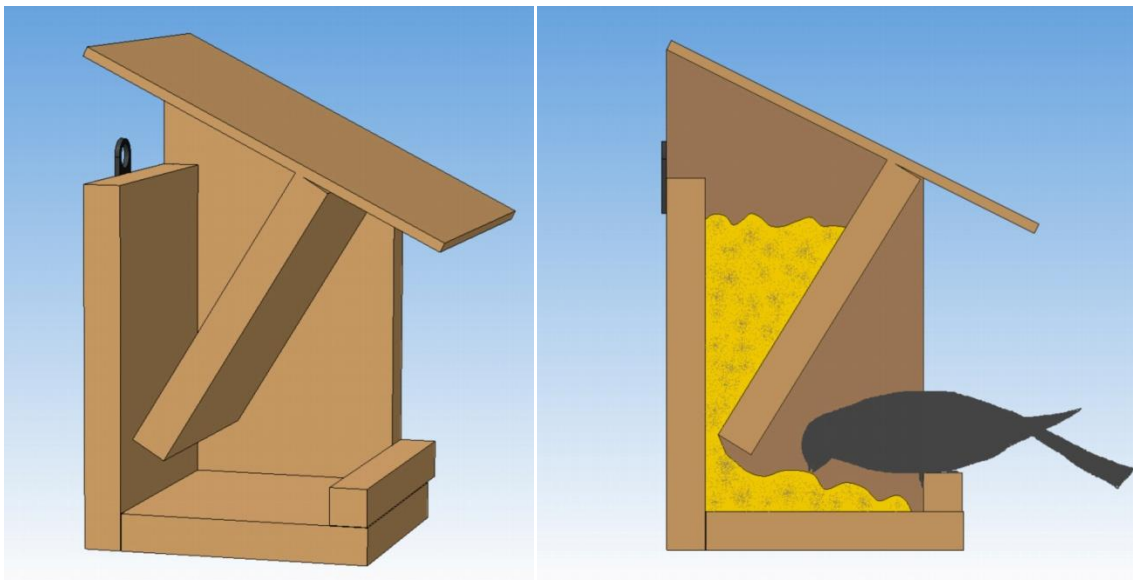

Рис. 2
7. Габаритные размеры изделия: высота 200 мм, ширина 160 мм, глубина 148 мм. Глубина без учета свеса крыши 115 мм (см. Рис. 2).
10. Ширина зазора между задней и передней (наклонной) стенками составляет 5 мм (см. Рис. 2).